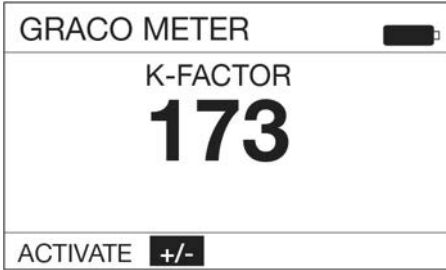

FIG. 27
7. Use el botón de flecha DERECHA del teclado para resaltar la opción +/- y pulse el botón INTRO central en el teclado para seleccionar dicha opción (FIG. 27).